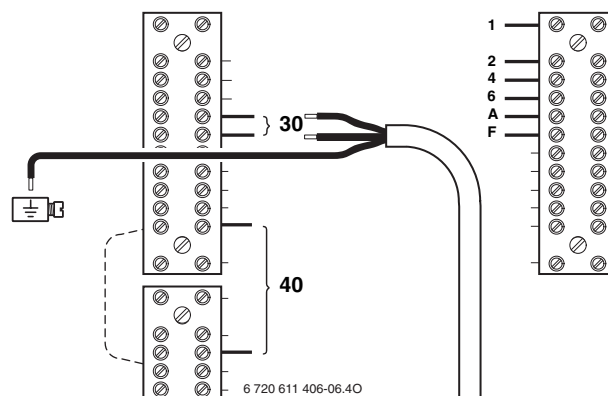

Fig. 21
- Collegare il cavo in base a Fig. 21.